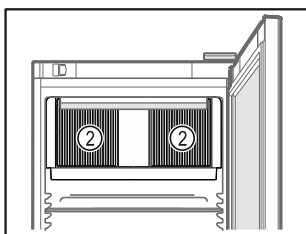

Fig. 56
- Větrací otvory Fig. 56 (2) oběhového vzduchového čerpadla ve vnitřním prostoru udržujte volné.